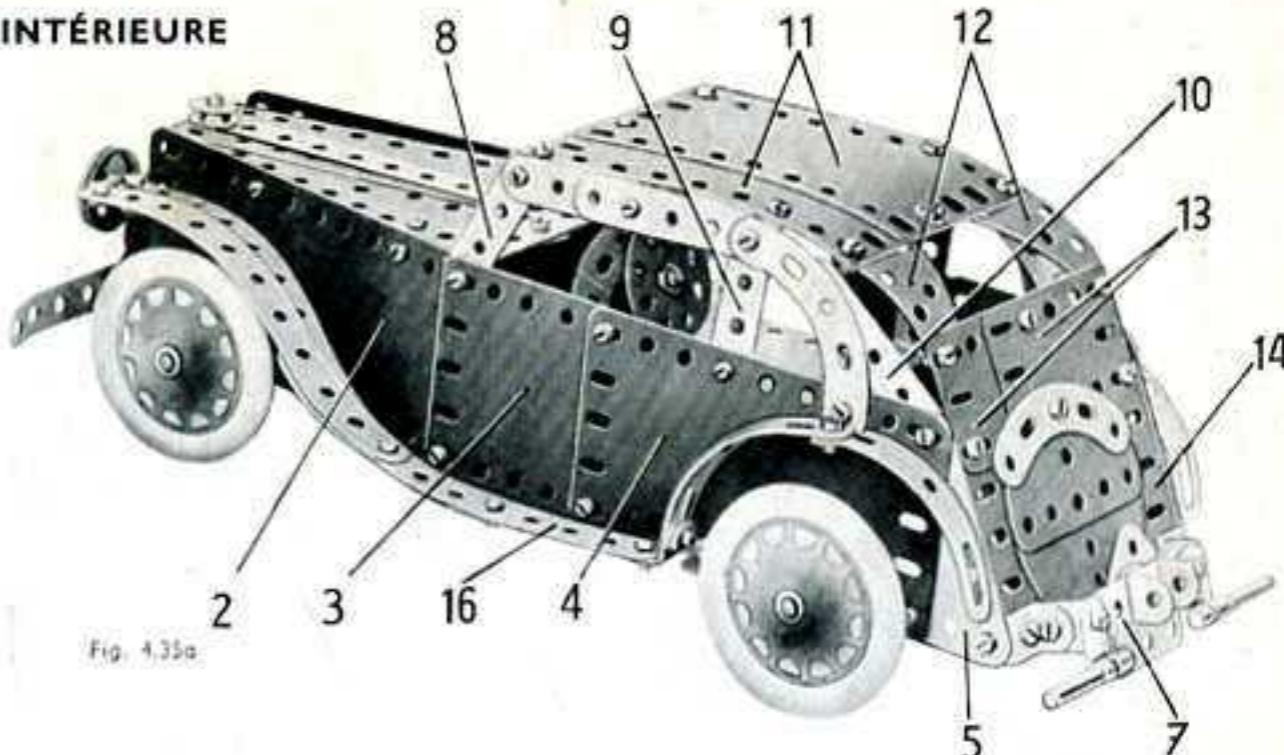

Fig. 4.35a
Le châssis de la voiture est formé de deux bandes de 25 trous (1) incurvées comme le montre la figure 4.35a. Un des côtés est constitué par une plaque flexible de 14x6 cm. (2), une plaque flexible de 6x6 cm. (3), une moitié de plaque à charnière (4) et une plaque flexible triangulaire de 6x4 cm. (5). (fig. 4.35a).